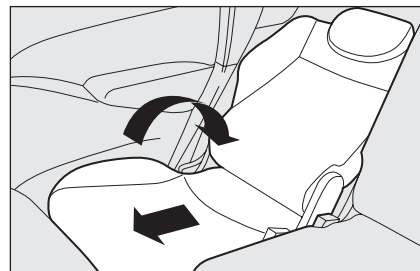

fig. 47
- ☐ incliner le dossier du siège arrière dans la position souhaitée **fig. 47**.